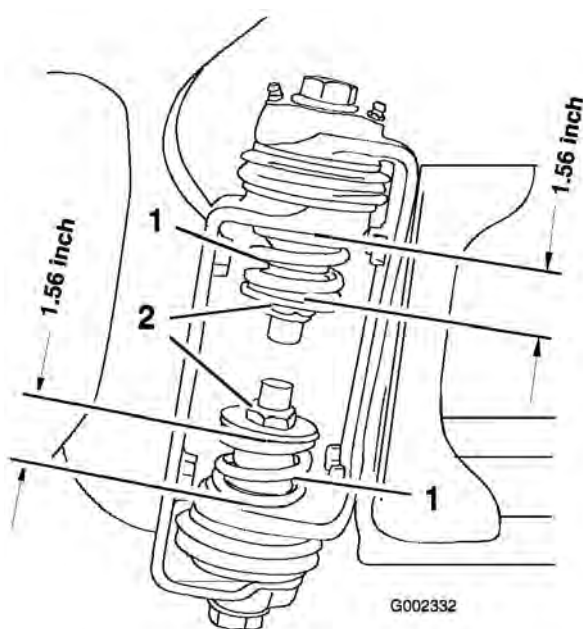

Figure 8
3. A la charnière de rampe, mesurez la compression des ressorts supérieur et inférieur quand les rampes sont déployées (Figure 8).